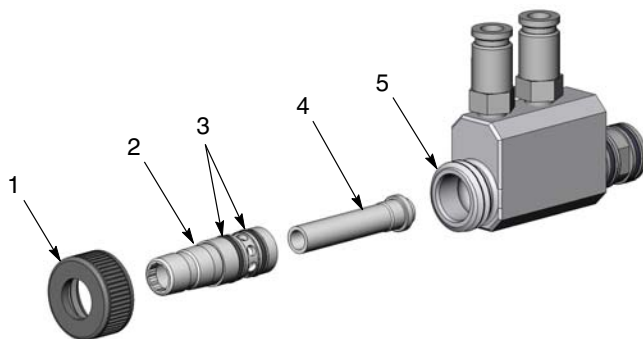

Figura 3 Demontarea și montarea canalului
1. A se vedea Figura 3. Deșurubați și scoateți piulița (1).
2. Cu o mișcare ușoară, de răsucire, trageți suportul canalului și canalul (2, 4) de pe corpul pompei (5). Inspectați suportul și dacă cele două inele O din silicon conductive (3) montate pe acesta sunt uzate sau deteriorate. Înlocuiți piesele uzate sau deteriorate.